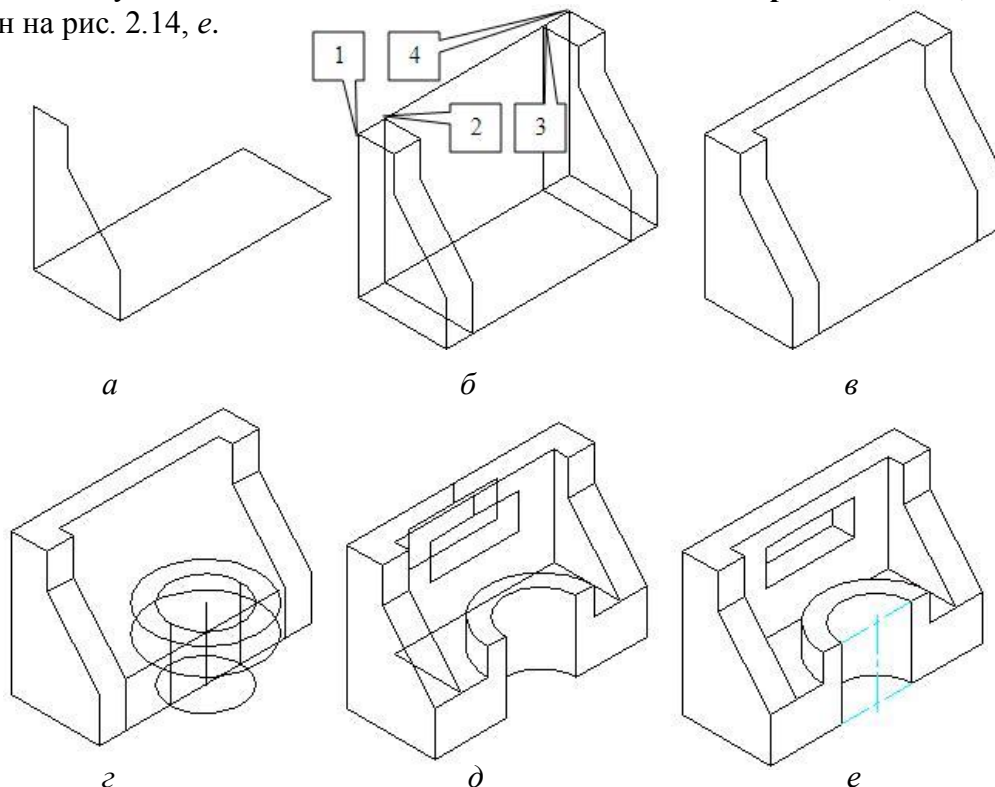

Рис. 2.14. Последовательность выполнения изображения изометрической проекции
- установить текущий слой **основная**. Ввести команду **Полилиния (Polyline)**  и построить нижнее основание и боковую грань, проходящую через точку p1 (рис. 2.14, а);
- построить отрезки, заданные точками 1 и 2, 2 и 3, 3 и 4 (рис. 2.14, б);
- ввести команду **Копировать (Copy)**  и скопировать три раза боковую грань. Результат показан на рис. 2.14, б;
- построить изображение верхнего основания и удалить линии с использованием команды **Обрезать (Trim)** . Результат показан на рис. 2.14, в;
- построить изображения овалов с использованием команды **Эллипс (Ellipse)**  (см. п. 1.7), опции **Изокруг (Isocircle)** и режимов объектной привязки **Середина (Midpoint)** и **Пересечение (Intersection)**. Результат показан на рис. 2.14, г.
- изобразить отверстие и паз. Результат показан на рис. 2.14, д.
- удалить ненужные линии с использованием команды **Обрезать (Trim)** . Результат показан на рис. 2.14, е.